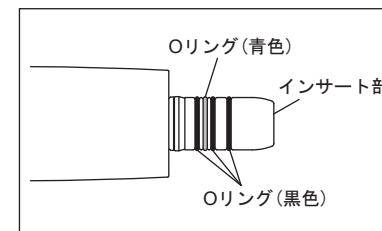

図8
- ・Oリングは全部で4個ありますが、1個(青色)は太さが異なりますので、図8のように位置をまちがえないように正しく取り付けてください。